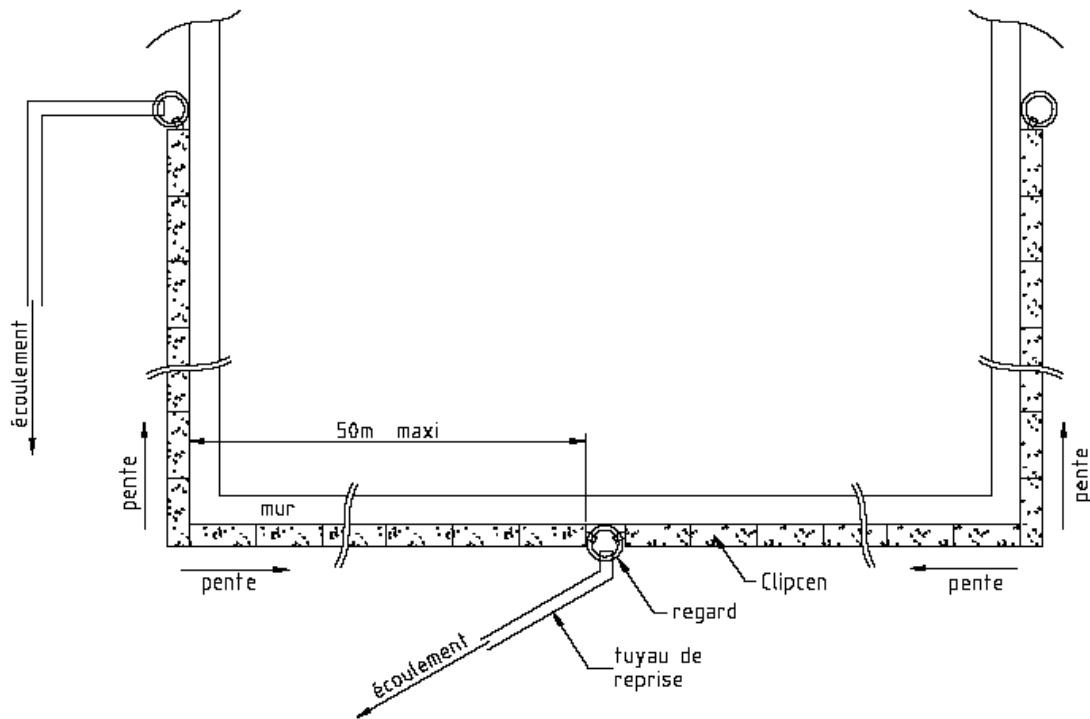

Figure 8 : Réseaux CLIPCEN longueurs maximum exemple d'implantation
- de prévoir une évacuation de l'eau drainée vers un collecteur tous les 50 mètres, (Voir figure 8)